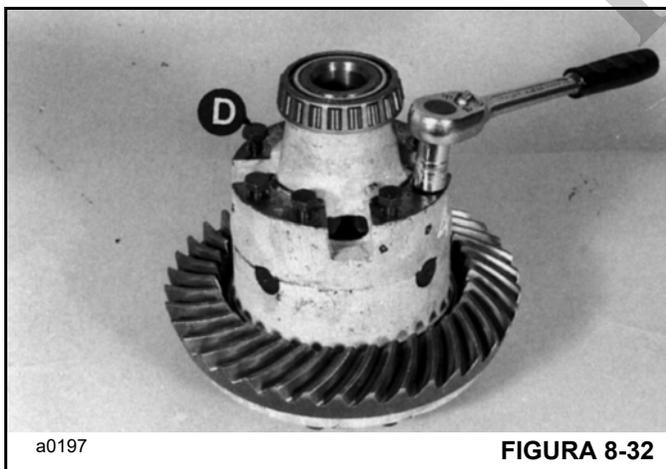

FIGURA 8-32
2. Posicione a metade superior da carcaça no diferencial, alinhando as letras de marcação do conjunto. Aplique Loctite® 243 nas roscas dos parafusos **D**, Figura 8-32. Instale os parafusos e aperte-os com um torque de 56 Nm (42 lb-pé). Verifique se as engrenagens giram livremente.